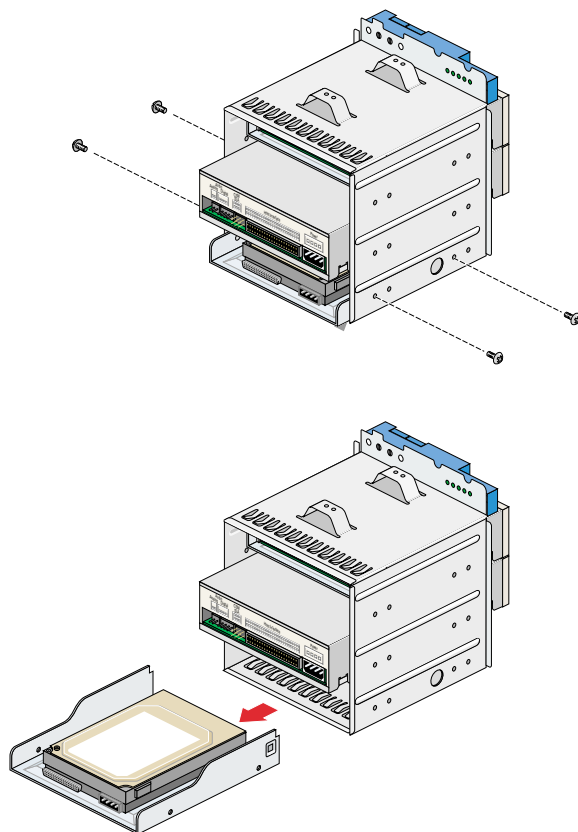

図 5-5 ドライブベイからのドライブの取り外し
2. 図 5-5 に示すように、ドライブケースの両側でドライブを固定している 2 つのネジを外します。
5. ドライブの穴をドライブケースの側面の穴に合わせます。図 5-5 に示すように、(ドライブケースの両側に2つずつある)4つのネジを締めてドライブをドライブケースに固定します。ネジはドライブに付属しています。